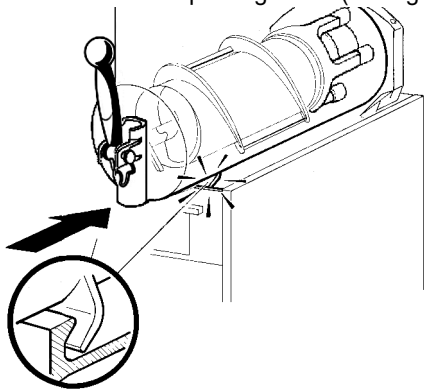

figure 17
**6** Monter le réservoir et le pousser vers la paroi postérieure, en s'assurant qu'il s'adapte parfaitement au joint et que, en même temps, ses crochets inférieurs soient engagés dans les saillies prévues à cet effet sur le plan égouttoir (voir figure 17).